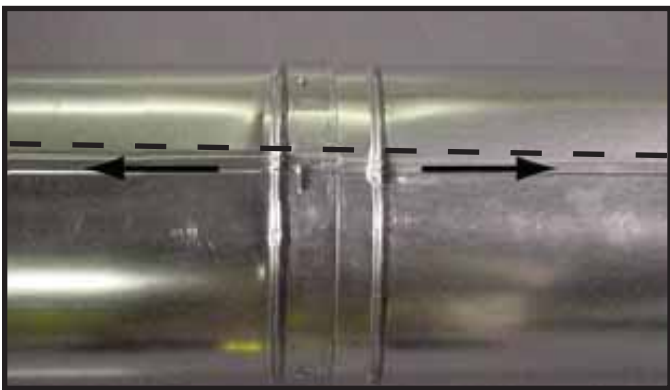

Abbildung 10.8 Abzugselemente ausrichten und demontieren
- Drehen Sie entweder das Segment (siehe Abbildung 8.7) so, dass Nähte an beiden Rohrsegmenten wie in Abbildung 10.8 ausgerichtet sind.